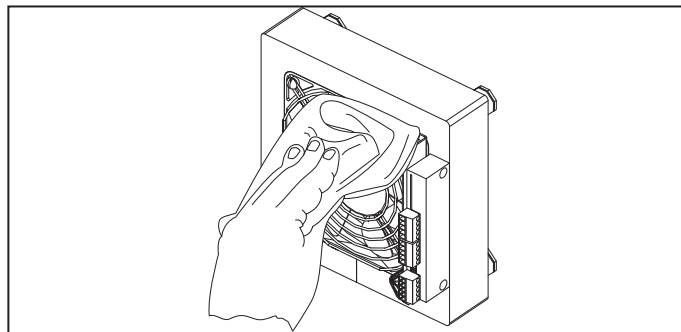

Рис. 16. Очистка лопастей вентилятора
- Очистите лопасти вентилятора (см. рис. 16). Для удаления пыли используйте мягкую сухую щетку, мягкую матерью или сжатый воздух. Очистка при помощи воды, абразивных моющих средств, острых предметов и растворителей ЗАПРЕЩЕНА. Очищайте лопасти вентилятора не реже 1 раза в год.